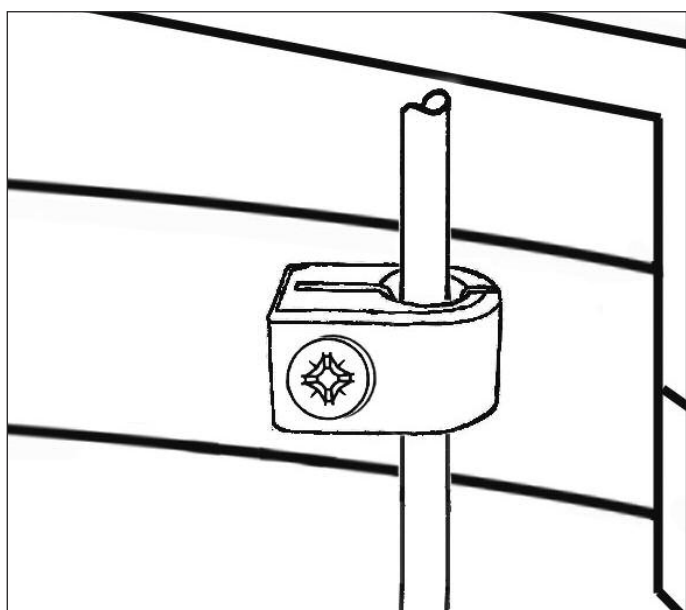

Bild 8
- Kabel des Schwimmerschalters in die beiliegende Kabelschelle einlegen und diese mit der Schraube und U-Scheibe lose im Dübel fixieren, siehe Bild 8.